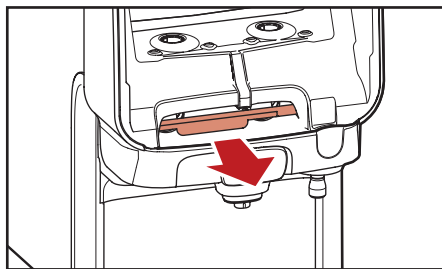

Bild 5.3 - Dra i det röda Frisläppningshandtaget
3. Dra i det röda Frisläppningshandtaget för att öppna utloppsområdet (bild 5.3).
- a. Dra i det röda Frisläppningshandtaget för att öppna utloppsområdet (bild 5.3).